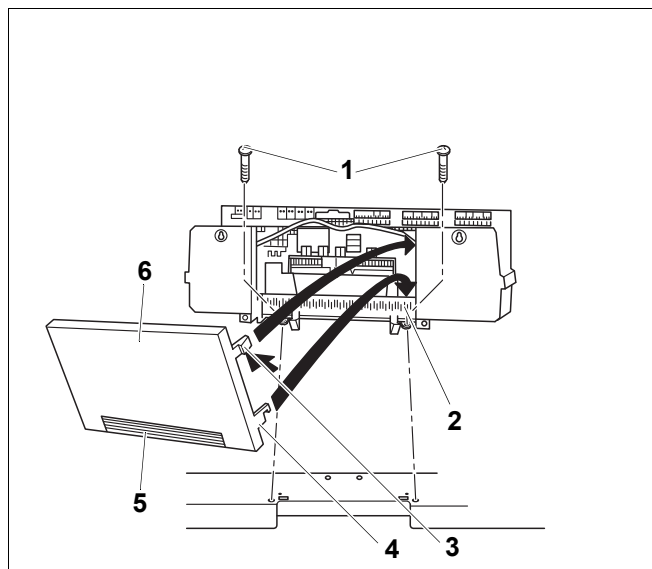

Рис. 19 Крепление системы управления Logamatic 4000
При необходимости можно выломать или вырезать заглушку (Рис. 19, поз. 5) на задней стенке (Рис. 19, поз. 6).
- Вставить оба нижних крюка (Рис. 19, поз. 4) справа и слева на задней стенке (Рис. 19, поз. 6) шлицем в верхнюю кромку гнезда рамки (Рис. 19, поз. 2).
- Слегка нажать верхние эластичные крюки (Рис. 19, поз. 3) внутрь (по стрелке) и вставить заднюю стенку (Рис. 19, поз. 6) так, чтобы оба крюка защелкнулись.